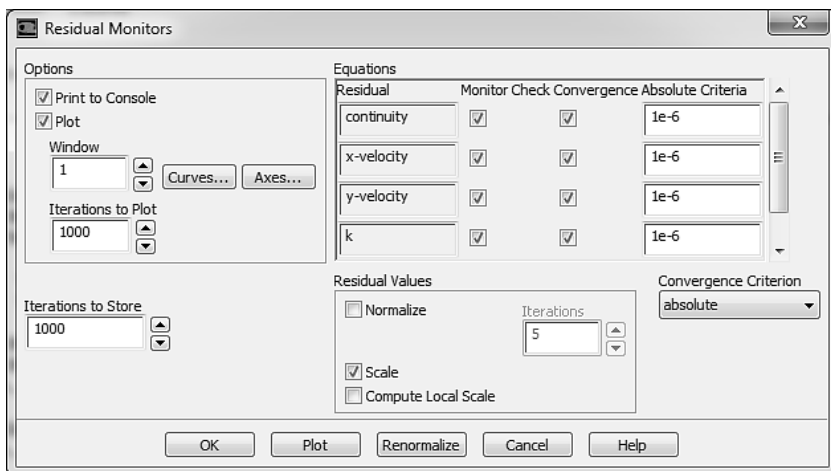

Рис. 2.17
- 2) В появившемся окне Residual Monitors изменяем значения Absolute Criteria, расположенные напротив строк Residual для continuity, x-velocity, y-velocity, k и epsilon на 10^{-6} рис. 2.17.